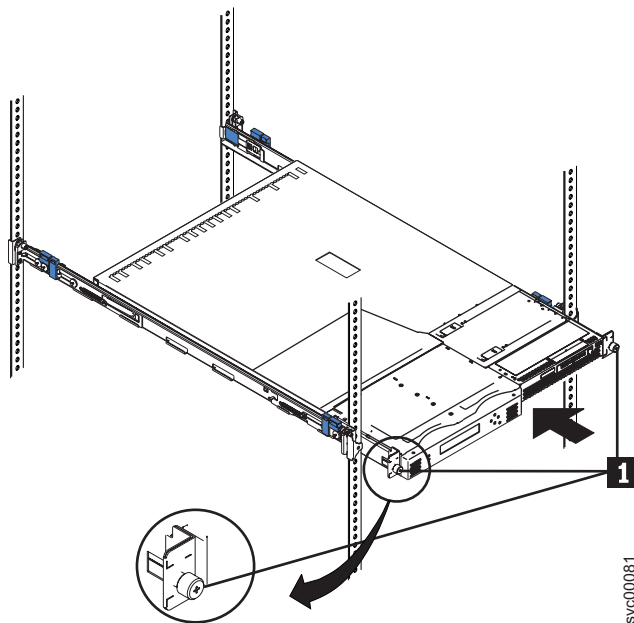

図 111. SAN ボリューム・コントローラー 2145-8F4 をラックに滑り込ませる
2. ラック前面にある 2 つのラッチの止め金を掛けて、SAN ボリューム・コントローラー・ノードをラックに取り付けます。(図 111 の **1**)。
注: レール・アセンブリーの前面の外観は、図 111 に示す前面とは異なります。